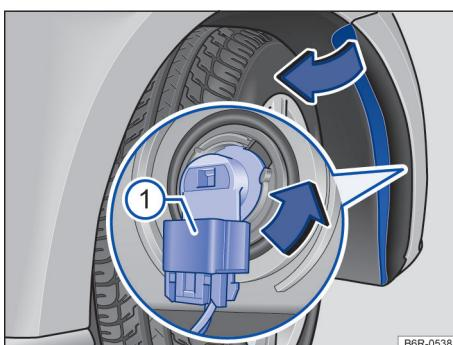

Fig. 112 Substituir a lâmpada incandescente do farol.
6. Retirar o conector de alimentação da lâmpada → Fig. 112 (1), pressionar, ao mesmo tempo, a trava de fixação do conector.
7. Girar o soquete da lâmpada → Fig. 112, **no sentido anti-horário** da seta até o batente, e desencaixá-lo do alojamento.
12. Encaixar o conector de alimentação → Fig. 112 (1) no soquete da lâmpada. O conector precisa encaixar auditivamente.